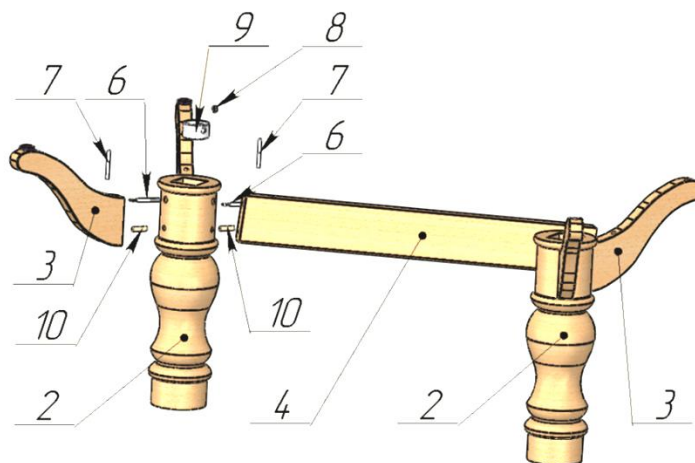

Рис. 1.
- 3.1 Определить места крепления опор (3) и проножки (4) к ногам (2) см. рис. 1.
- 3.2 Вставить шпильки (6) плоским концом с отверстием под штифт в боковые отверстия опор и проножки. В нижние отверстия опор и проножки вставить штифты (7) так, чтобы они попали в отверстие шпильки (6) рис.1.
- 3.3 Вставить кольца металлические (9) в отверстие расположенные в нижней части ног (2) рис.1.
3.5 Закрепить шпильки (6) изнутри колец металлических (9) гайками (8) не наживляя их до конца рис.1.